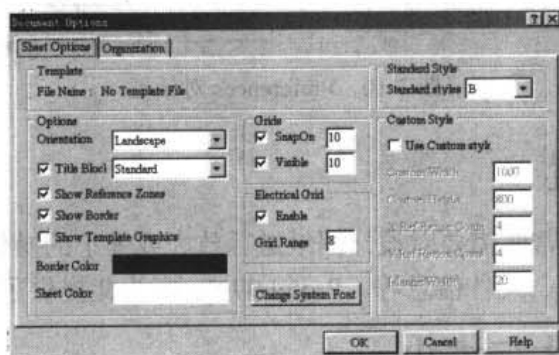

图 3-9 Document Options 对话框
如果想设置网格是否可见, 执行 Design|Options, 系统将会弹出 Document Options 对话框, 如图 3-9 所示。在 Sheet Options 选项卡中, Grids 区域还有 SnapOn 和 Visible 两个设置项, 可以设置网格是否可见。
**Visible:** 网格可见。选中此项表示网格为可见, 可以在其右边的设置框内输入值来改变图纸显示网格间的距离。图 3-9 中表示网格间的距离为 10 个像素点, 不选此框则表示图纸不显示网格。